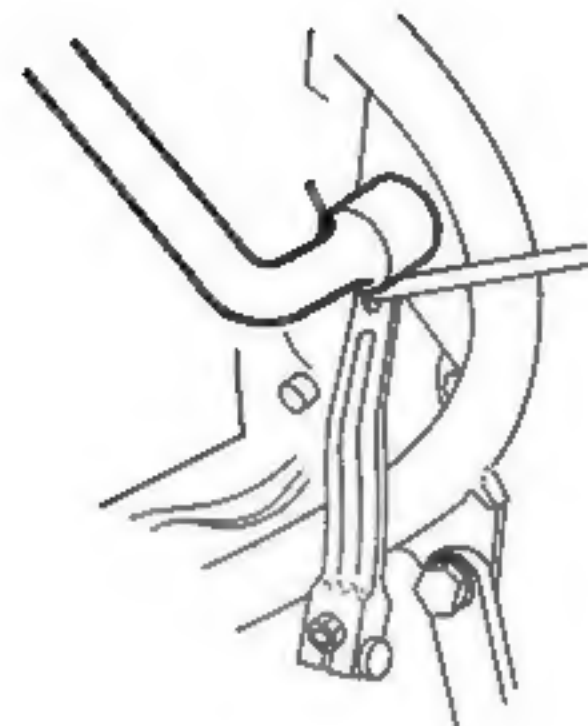

Fig. 1
- Dévisser et déposer l'axe de bras oscillant côté gauche de la machine (clé de 22) (fig. 1).